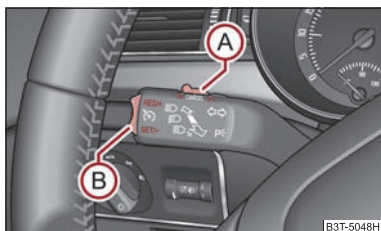

Fig. 136 Palanca de mando: Balancín y conmutador del sistema regulador de la velocidad
El sistema regulador de la velocidad se maneja mediante el conmutador (A) ⇒ fig. 136 y el balancín (B) en la palanca izquierda del conmutador multifunción.
- Pulsar el conmutador (A) desplazándolo a la posición **ON**.
- Tras alcanzar la velocidad deseada, presione el balancín (B) a la posición **SET**.
- Puede **aumentar** la velocidad memorizada sin accionar el pedal acelerador presionando el balancín (B) ⇒ fig. 136 a la posición **RES**.
- También puede desconectar temporalmente el sistema regulador de velocidad presionando el interruptor (A) ⇒ fig. 136 a la posición central.
La **reanudación** de la velocidad memorizada se efectúa al soltar el pedal de freno o de embrague, en vehículos con cambio automático sólo tras soltar el pedal de freno, y después de presionar brevemente el balancín (B) ⇒ fig. 136 a la posición **RES**. ►
- Pulsar el conmutador (A) ⇒ página 138, fig. 136 desplazándolo a la posición **OFF**. ■